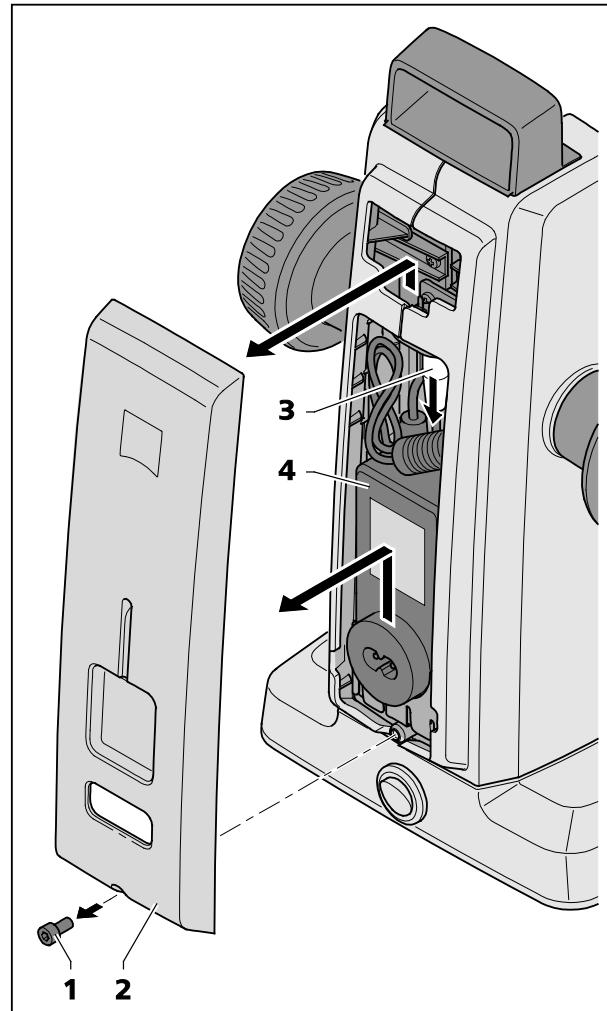

Fig. 27 Substituir a fonte de alimentação
- Remover com ajuda da chave Allen o parafuso (Fig. 27/1) situado no lado inferior da tampa do aparelho.
- Arrancar levemente a tampa do aparelho (Fig. 27/2) por baixo e empurrá-la para cima.
- Extrair o plugue (Fig. 27/3) e remover a fonte de alimentação (Fig. 27/4) defeituosa.